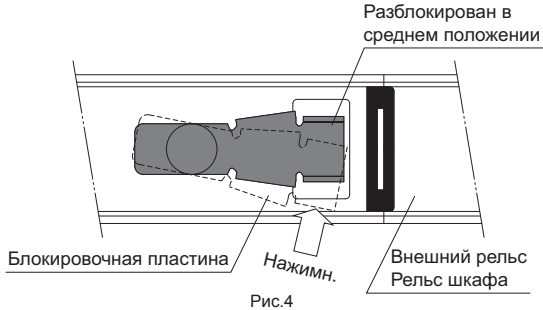

Рис.3
* Как показано на Рис.3, крепление наружного рельса выполняется после снятия внутреннего на следующих моделях.